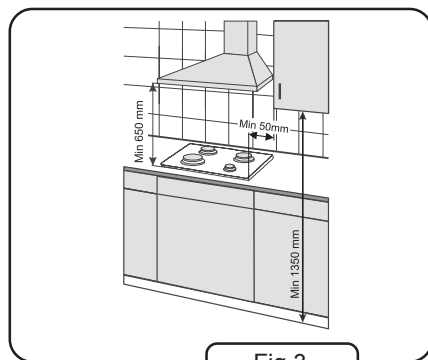

Fig.3
4. Au-dessus de l'appareil il faut laisser l'espace libre pour l'évacuation des fumées de la cuisine ; le mieux c'est installer la hotte aspirant ou évacuant les fumées. La distance entre la hotte et la table devrait être au moins de 650 mm (fig.3)
5. Il est interdit de suspendre les placards directement au-dessus de la table. La distance minimum entre les bords latéraux des placards supérieurs devrait être de 50 mm (fig.3)